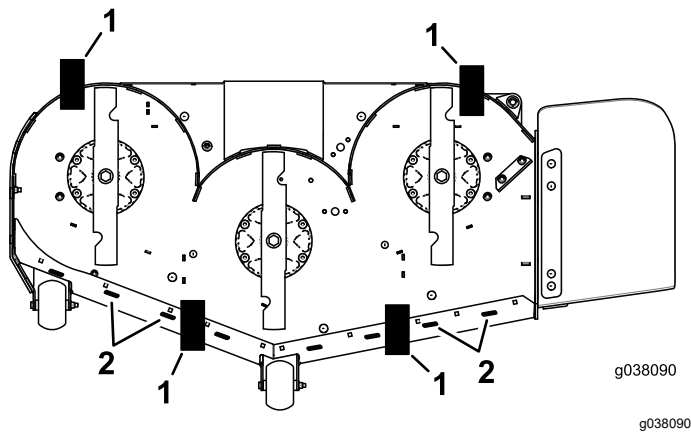

Figura 102
11. Coloque 2 bloques (ver Altura de bloque y soporte) debajo del borde trasero del faldón de la carcasa de corte, uno en cada lado de la carcasa de corte (Figura 102).